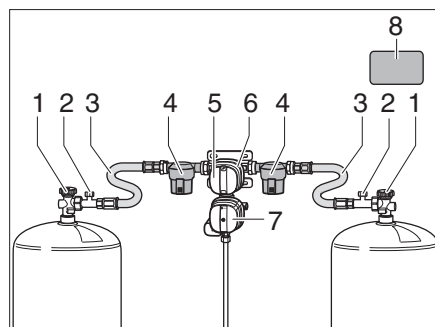
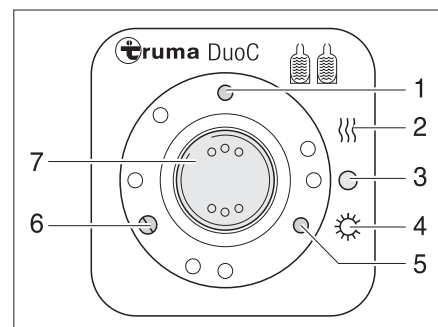
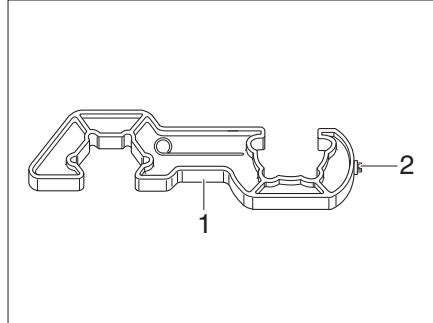
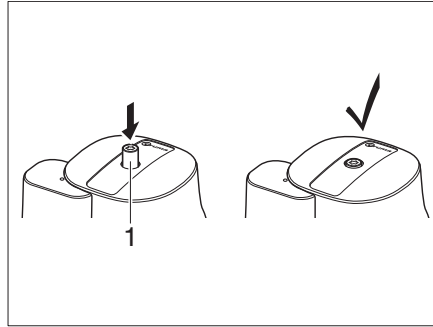

Bild 212 DuoControl-Umschaltanlage
Bild 213 Bedieneinheit
Bild 215 Schraubhilfe
Bild 216 Crashsensor
Die DuoControl-Umschaltanlage besteht aus einem Umschaltventil (Bild 212,6) und der Bedieneinheit (Bild 213). Das Umschaltventil ist zwischen den Hochdruckschläuchen (Bild 212,3) montiert. Mit dem Drehknopf (Bild 212,5) am Umschaltventil kann bestimmt werden, welche der Gasflaschen als Betriebsflasche und welche Gasflasche als Reserveflasche verwendet wird.
Das Umschaltventil (Bild 212,6) ist mit der Regler-Enteisungsanlage EisEx ausgestattet. So werden Störungen der Gasanlage im Winter vermieden.
Vor dem Umschaltventil befinden sich auf jeder Seite ein Gasfilter (Bild 212,4), der die Gasanlage vor Verölung und Verunreinigungen schützt.
An der Bedieneinheit (Bild 213) können nur die elektrischen Funktionen geschaltet werden. Die Haupt-Absperrventile (Bild 212,1) der Gasflaschen müssen von Hand geöffnet werden.
Das Umschaltventil gewährleistet einen konstanten Gasdruck, unabhängig davon, welche Gasflasche Gas liefert. Die zwei Kontroll-Leuchten an der Bedieneinheit zeigen den Füllstand der Betriebsflasche an. Wenn die grüne Kontroll-Leuchte (Bild 213,6) leuchtet, ist die Betriebsflasche voll. Wenn die rote Kontroll-Leuchte (Bild 213,5) leuchtet, ist die Betriebsflasche leer. Die Gasversorgung erfolgt dann über die Reserveflasche.
- Die Haupt-Absperrventile (Bild 212,1) an den Gasflaschen öffnen.
- Mit dem Drehknopf (Bild 212,5) am Umschaltventil (Bild 212,6) die Gasflasche wählen, der vorrangig das Gas entnommen werden soll (Betriebsflasche). Den Drehknopf immer bis zum Anschlag drehen.
- Den Wippschalter (Bild 213,7) auf "O" (Bild 213,3) stellen. Die gelbe Kontroll-Leuchte (Bild 213,1) erlischt.
- Die Haupt-Absperrventile (Bild 212,1) an den Gasflaschen schließen.
Die Kontroll-Leuchten an der Bedieneinheit (Bild 213,5 und 6) signalisieren im Fahrzeuginneren, ob die Betriebsflasche betriebsbereit ist.
Wenn die grüne Kontroll-Leuchte (Bild 213,6) während des Betriebs erlischt und die rote Kontroll-Leuchte (Bild 213,5) aufleuchtet, ist die als Betriebsflasche gewählte Gasflasche leer und muss gewechselt werden. Die Reserveflasche versorgt die Gasverbraucher weiterhin mit Gas.
- ▶ Zum An- und Abschrauben der Hochdruckschläuche die beiliegende Schraubhilfe (Bild 215,1) verwenden. Sie gewährleistet das nötige Anzugsmoment und verhindert Beschädigungen an der Verschraubung durch falsches Werkzeug.
- Das Haupt-Absperrventil (Bild 212,1) an der leeren Gasflasche schließen.
- Den Hochdruckschlauch (Bild 212,3) mit der Schraubhilfe (Bild 215) von der Gasflasche abschrauben.
- Die volle Gasflasche an den Hochdruckschlauch (Bild 212,3) anschließen.
- Das Haupt-Absperrventil (Bild 212,1) an der Gasflasche öffnen.
- Den Drehknopf (Bild 212,5) am Umschaltventil (Bild 212,6) mit einer halben Umdrehung so einstellen, dass die eben gewechselte Gasflasche als Reserveflasche dient.
- Knopf (Bild 212,2) für die Schlauchbruchsicherung am Hochdruckschlauch drücken, um sie zu aktivieren.
- Ggf. den Rückstellknopf (Bild 216,1) am Crashesensor drücken.
- ▶ Sicherheitsaufkleber (Bild 212,8) im Gaskasten beachten.
- Mit dem Torx T20 (Bild 215,2) an der Schraubhilfe den Entsicherungsknopf (Bild 216,1) eindrücken, leicht im Uhrzeigersinn drehen und 5 Sekunden lang halten.
Der Crashsensor ist betriebsbereit, wenn der Entsicherungsknopf (Bild 216,1) in der versenkten Stellung bleibt.
- Nach dem Wechsel der Gasflasche grünen Knopf (Bild 212,2) am Hochdruckschlauch (Bild 212,3) kräftig drücken.